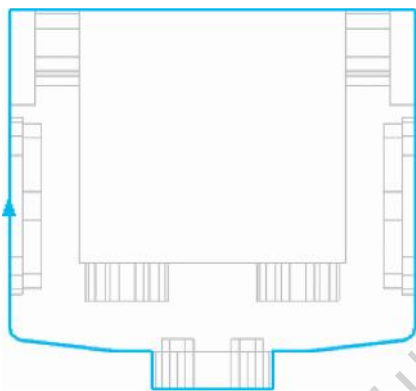

图 11-7 选择加工边界
1) 选择【刀路】/【外形】命令，系统弹出【线框串连】对话框，按照如图 11-4b 所示的最大轮廓线，此时刀具补偿方向为左补偿，如图 11-7 所示，单击【确定】按钮。